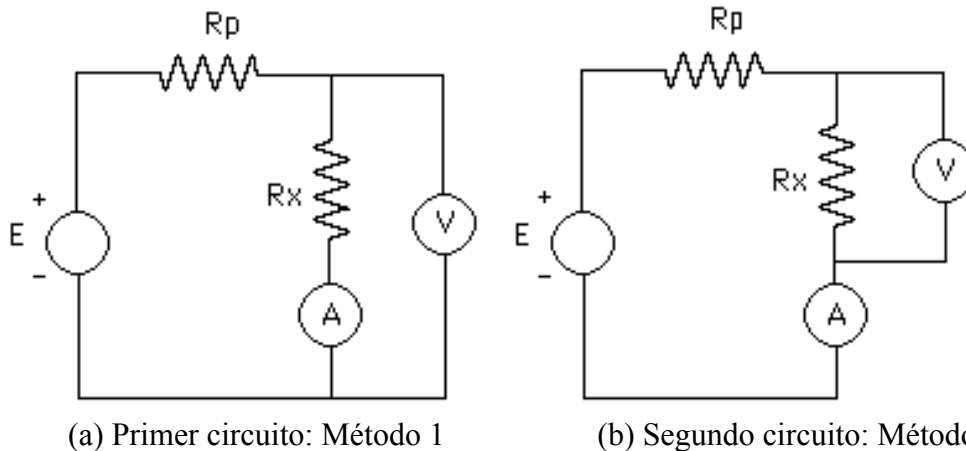

Figura 3.2.- Circuitos para medir el valor real de una resistencia utilizando un amperímetro y un voltímetro
- 4.- La Figura 3.2 muestra dos circuitos para medir el valor real de una resistencia utilizando un amperímetro y un voltímetro. Explique el procedimiento a seguir en cada caso, indique el error sistemático que se comete con cada uno de los circuitos, considerando las resistencias internas de los instrumentos utilizados, y especifique para qué rango de valores de resistencias es aplicable cada uno de dichos circuitos (en relación con los valores de las resistencias internas de los instrumentos).
- 7.- El circuito de la Figura 3.2 se va a utilizar también para comprobar el Teorema de Máxima Transferencia de Potencia del circuito equivalente (formado por la fuente E y la resistencia equivalente R_p) a la carga R_x bajo dos condiciones diferentes: Cuando R_p es fija y R_x variable y viceversa. Determine la relación entre R_p y R_x para cada una de las dos condiciones. Realice los cálculos previos correspondientes con los datos suministrados por su profesor en el Prelaboratorio.
12.- Mida el valor de las tres resistencias bajo prueba utilizando el amperímetro y el voltímetro para aplicar los dos Métodos indirectos indicados en la Figura 3.2. Al aplicar el Método 2, mida también el voltaje en la resistencia patrón R_p para posteriormente realizar el cálculo de la potencia disipada por dicha resistencia. Calcule el error porcentual de las mediciones realizadas con respecto al verdadero valor de la resistencia. Recuerde que el verdadero valor es el obtenido con el Puente de Wheatstone.
13.- Monte el circuito de la Figura 3.2 con los valores indicados por su profesor para realizar las pruebas correspondientes a la comprobación del teorema de Máxima Transferencia de Potencia cuando la resistencia R_X es variable. Registre el valor del voltaje E utilizado y el de la resistencia R_p (resistencia equivalente). Coloque la década de resistencias en la posición de R_X y realice las mediciones necesarias para elaborar una gráfica de potencia en R_X vs. valor de R_X a fin de determinar el punto máximo de la curva. Registre las mediciones en la tabla disponible.
14.- Monte el circuito de la Figura 3.2 con los valores indicados por su profesor para realizar las pruebas correspondientes a la comprobación del teorema de Máxima Transferencia de Potencia cuando la resistencia R_p (resistencia equivalente) es variable. Registre el valor del voltaje E utilizado y el de la resistencia R_x . Coloque la década de resistencias en la posición de R_p y realice las mediciones necesarias para elaborar una gráfica de potencia en R_p vs. valor de R_p a fin de determinar el punto máximo de la curva. Registre las mediciones en la tabla disponible.